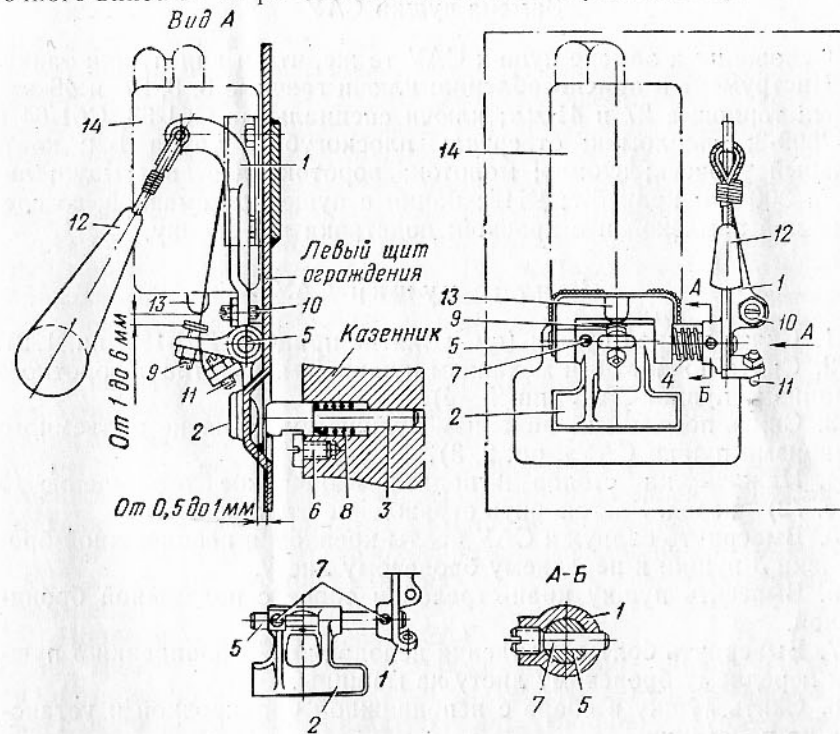

Рис. 74. Спусковой механизм пушки танка Т-34:
1. Отрегулировать зазор между нажимом 3 (рис. 74), помещающимся в казеннике пушки, и нажимом 2 спуска. Величина зазора должна быть в пределах 0,5—1,0 мм. Если зазор больше или меньше указанного, то необходимо ослабить гайку верхнего регулировочного винта 10 на рычаге механического спуска и, ввертывая или